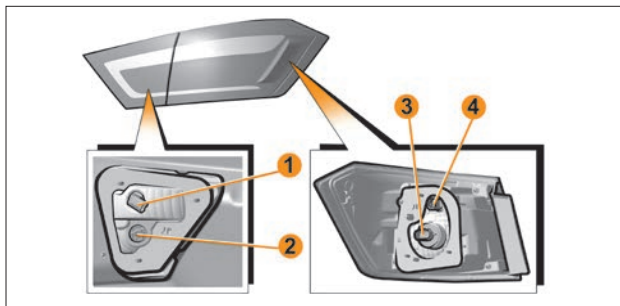

Рис. 12. Задние фонари
Для замены лампы света заднего хода **1** (рис. 12) необходимо:
- преодолевая сопротивление держателей, отогнуть обивку крышки багажника для доступа к патрону-разъему **1** (рис. 12). Во избежание повреждения обивки, отгибание производить на величину не более 7–8 см;
- повернуть патрон-разъем **1** (рис. 12) против часовой стрелки и вынуть его из посадочного места в сборе с лампой;
Для замены лампы габаритного огня **2** (рис. 12) необходимо: – применяя аналогичную последовательность, что и для замены лампы света заднего хода **1**, обеспечить доступ к патрону-разъему **2** лампы габаритного огня;